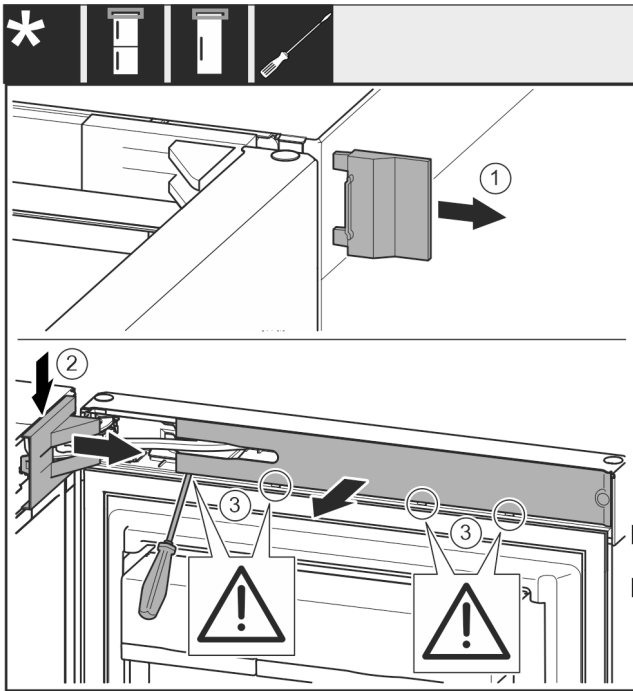

Fig. 8
- ▶ Afdekking Fig. 8 (1) wegnemen.
- ▶ Lagerbokafdekking Fig. 8 (2) ontgrendelen en losmaken.
- ▶ Lagerbokafdekking Fig. 8 (2) wegnemen.
- ▶ Paneel Fig. 8 (3) met een platte schroevendraaier ontgrendelen en opzij draaien.